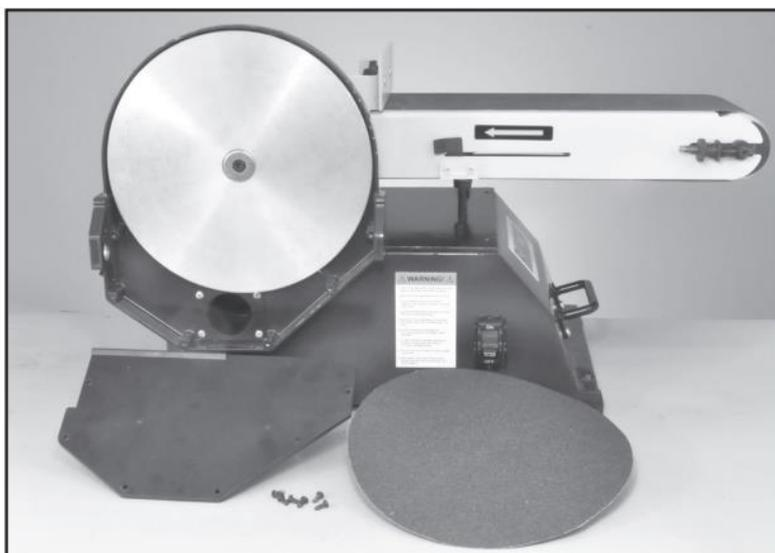

Рис.16
3.Снимите нижний кожух диска, открутив шесть винтов с крестообразной головкой, а также абразивную бумагу с металлического шлифовального диска. Рис. 16.